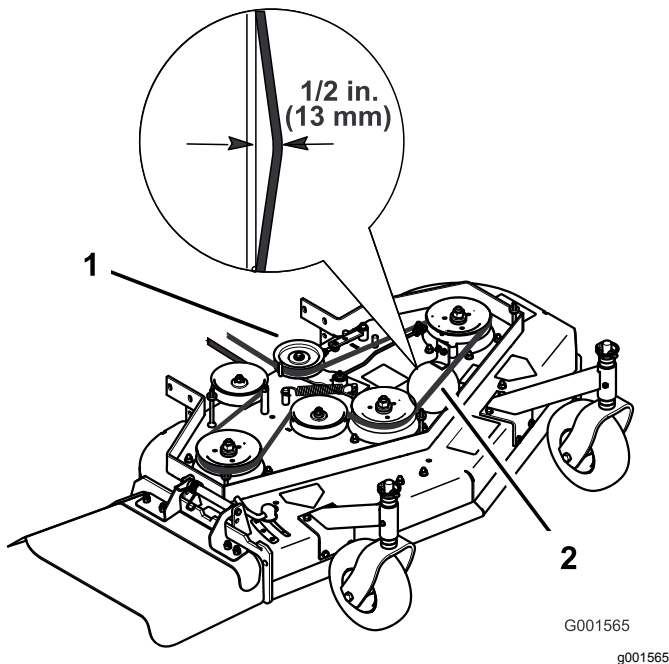

Figure 43
- Tournez le tendeur vers l'avant de la machine pour réduire la tension sur la courroie (Figure 43).